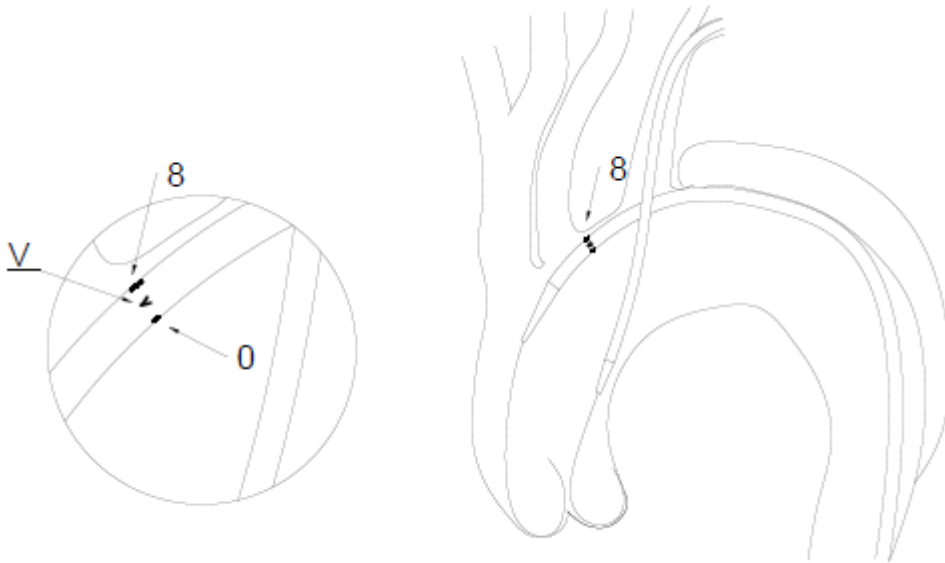

Figura 9: dos ubicaciones de implantes del sistema de suministro
- Localizar el extremo proximal de la Endoprótesis Aórtico. Colocar el extremo proximal de la superposición a través del marcador en forma de "8" en el lado de la curva grande proximal del stent y el marcador en forma de "0" en el lado de la curva interna. Confirmar que la varilla de conexión posterior de la endoprótesis esté ubicada en el lado de curva grande de la aorta junto al punto de desarrollo en forma de "8" en el lado de curva grande proximal de la endoprótesis y la válvula hemostática del sistema de colocación, como se muestra en la Figura 9.